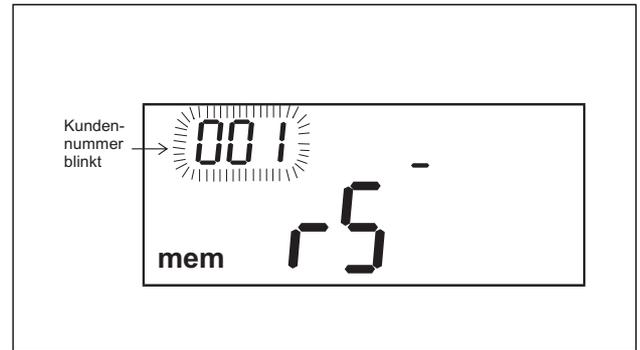

Abb. 9.17
- Die Taste **RS 232** drücken, um die **Kunden- und Prüflingsnummer** anzuzeigen. Siehe Abb. 9.17.
- Die entsprechende Prüflingsnummer über die numerische Tastatur (11) eingeben. Die Nummer besteht aus sechs Ziffern und muss zwischen 000 001 und 999 999 liegen. Führende Nullen, d.h. die Zahl Null an erster Stelle (z.B. **001** 234), brauchen nicht eingegeben zu werden. Die Taste **EINGABE** kann verwendet werden, um zwischen der Prüflings- und der Kundennummer umzuschalten.